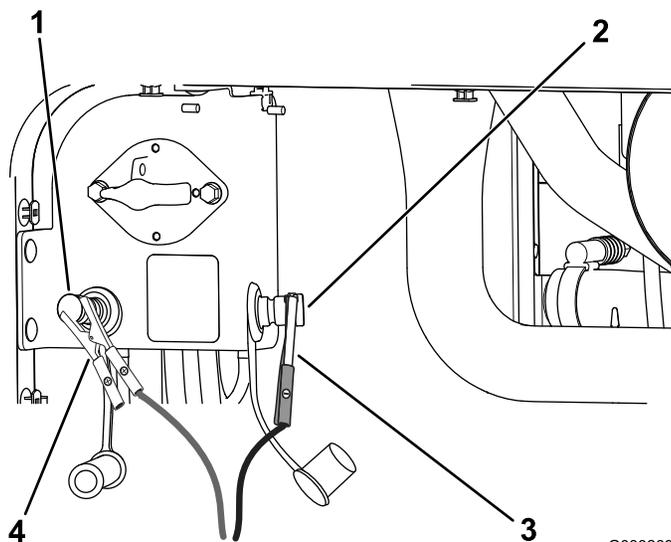

Figure 106
4. Branchez le câble de démarrage positif (+) à la borne positive de la batterie déchargée (Figure 106).
5. Branchez le câble de démarrage négatif (-) à la borne négative de la batterie déchargée (Figure 106).
7. Lorsque le moteur démarre, demandez à l'autre personne de débrancher le câble de démarrage négatif (-) du de la borne négative de la batterie déchargée, puis de débrancher le câble de démarrage positif (+) (Figure 106).